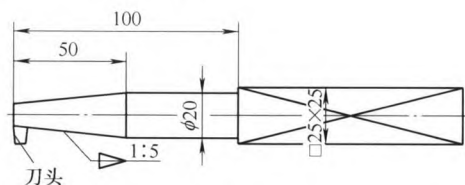

图 2
(1) 用单动装夹第一次上活加工上部 $\text{M}48 \times 2$ 螺纹及 $\phi 30\text{H7}$ 内孔以及锥面孔。这一次装夹使用单动卡盘,为了便于找正,上活前在卡盘卡爪平面上划出十字中心线,然后上活装夹。因为在上道工序钳工已经对毛坯进行了整体划线,这一步上活时只要将零件中心线与卡爪上所划的中心线对齐、找正,就可以快速轻松完成零件找正。找正后,用通用方法车好上部端面,然后开始加工 $\phi 30\text{H7}$ 内孔以及锥度为1:5的锥面孔,这是零件加工的难点之一。现采用自制的特殊车内孔刀杆(见图2)来解决该难点。